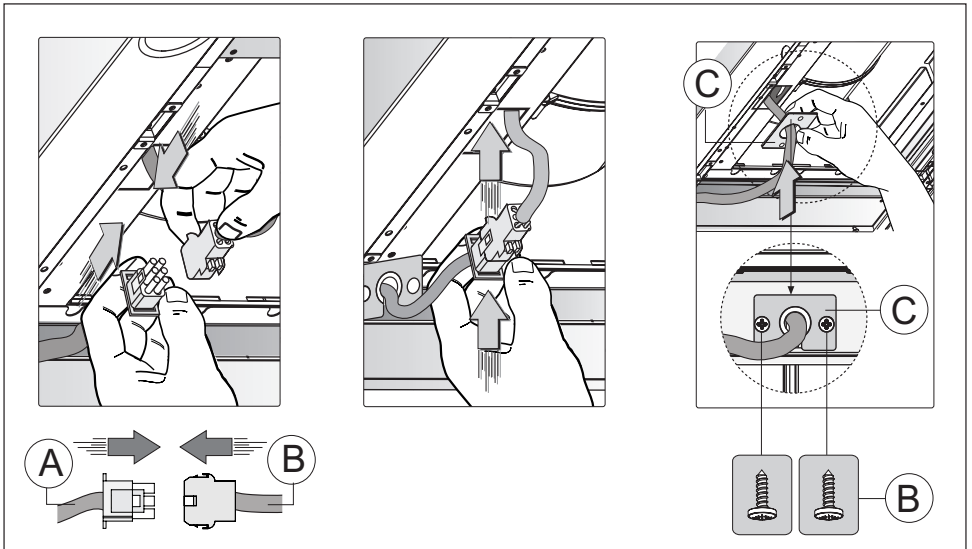

Fig.12
- Ripristinare la connessione elettrica accoppiando il connettore **A** con quello **B**, inserirlo all'interno dell'asola, richiudere il tutto con il piastrello passa cavo **C** fissandolo con le 2 viti **B** (fig.12).